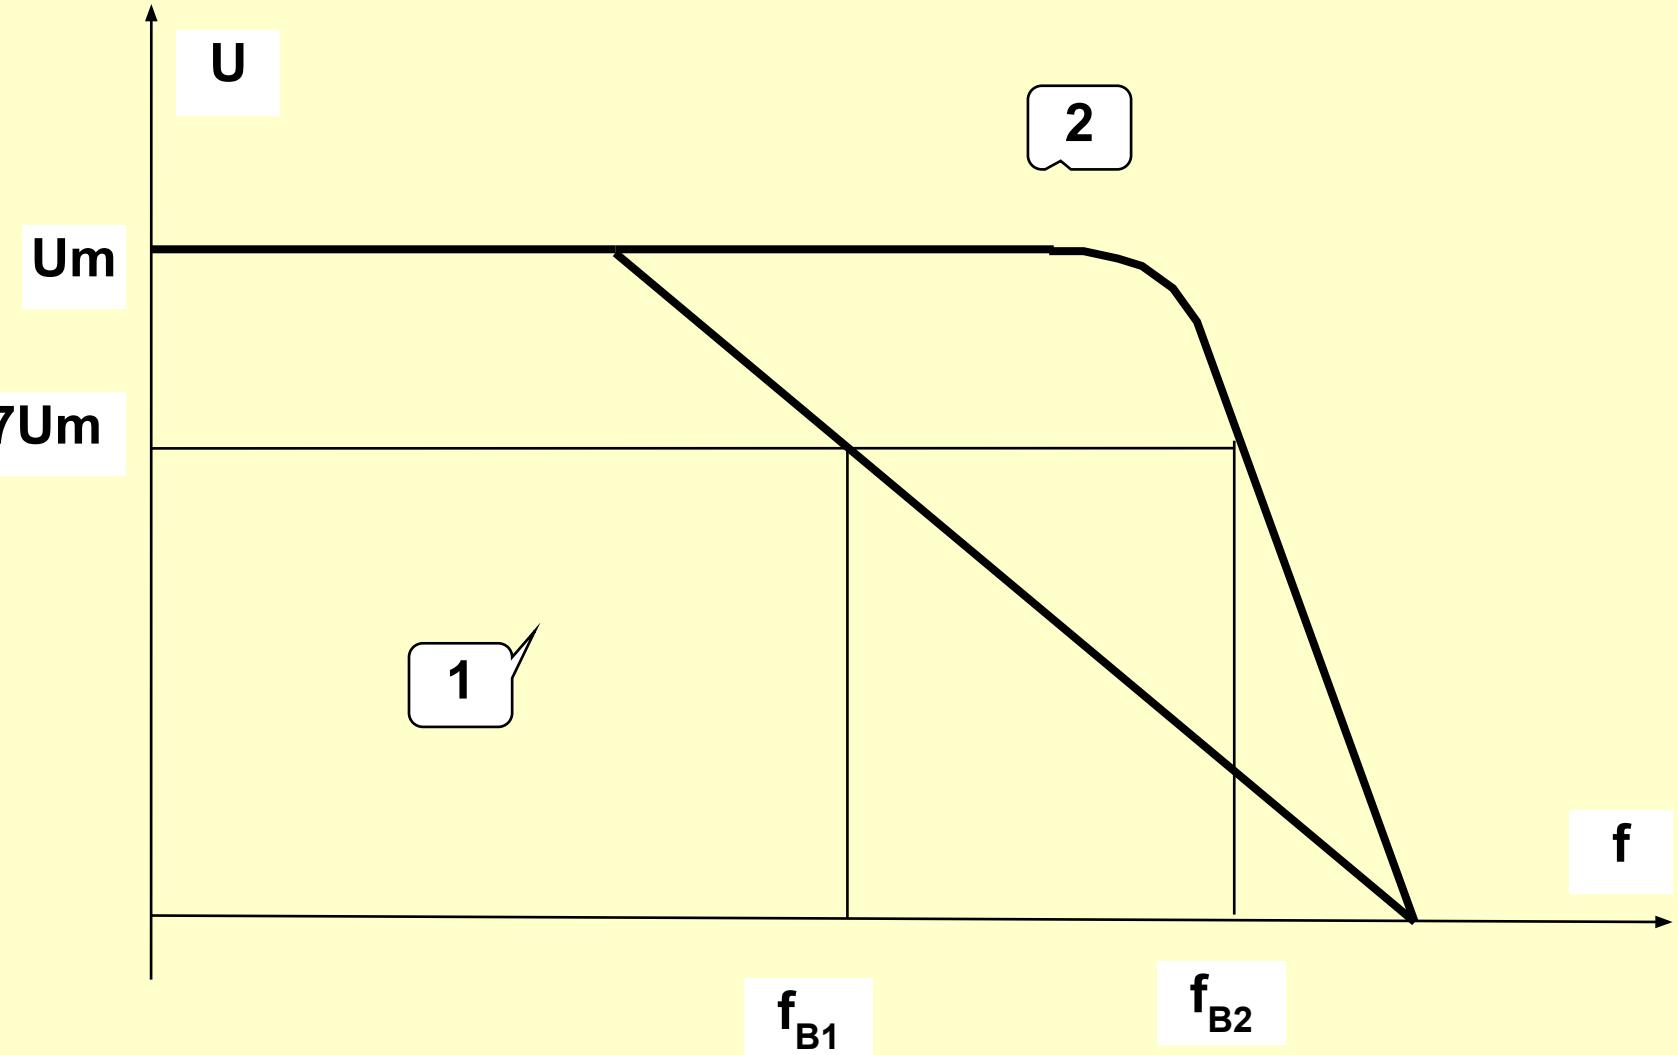

Рис.4. Смуга пропускання осцилографа
**Смуга пропускання в більшості осцилографів знаходиться в межах від постійного струму (відкритий вхід) або декількох одиниць герц  $f_H$  (закритий вхід) до верхньої частоти  $f_B$ , при якій коефіцієнт підсилення в каналі  $U$  зменшується на 3 дБ рис. 4.**